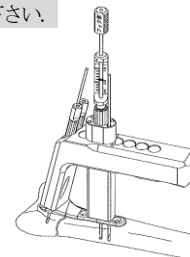

図13
- 2.7コーティカルスクリュー用デプスゲージ(S)の先端フックを背側皮質に引っ掛け、スケールを読み取ります。後端持ち手には「フック側」とマーキングしてあり、この面を手前に向けてフックを引っ掛けると操作しやすくなります。(図13)